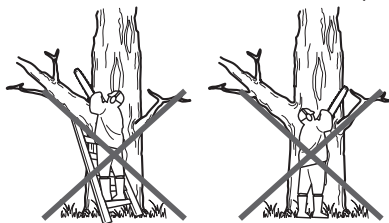

Fig. 22
6. Vuelva a colocar el tope de pinchos (5) en un punto bajo cuando corte troncos más gruesos, tirando del producto ligeramente hacia atrás hasta que se suelten los dientes de agarre, y recolóquelo en un nivel más bajo para seguir cortando. No retire el producto por completo de la madera.
8. No utilice el producto con los brazos totalmente extendidos ni intente serrar zonas de difícil acceso, ni tampoco sobre una escalera. Nunca utilice el producto por encima de la altura de los hombros (Fig. 22).